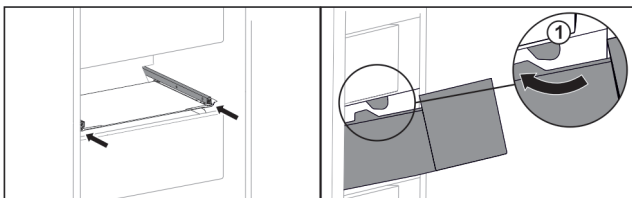

Fig. 125
- ▶ Lade rond de stoppers Fig. 125 (1) leiden.